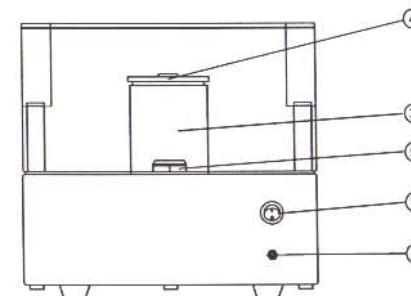
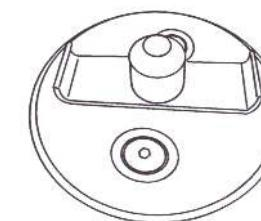

Рисунок 2. Вид ингалятора сзади
Рисунок 3. Нож
На задней панели расположен выключатель питания – 1, разъем для подключения сетевого адаптера – 2 (Рис.2).
Под крышкой, на основании корпуса расположен съемный стакан – 3, с крышкой – 4 (Рис.2), закрывающий нож (Рис.3) и насадка воздушного канала – 5.
- выключатель питания ингалятора 1 (Рис.2) установить в выключенное положение (положение «О»).
7.2. Снять крышку 5 съемного стакана 4 (Рис. 2).
7.4. Засыпать 8 мл препарата (мерная емкость) в съемный стакан 4 (Рис. 2).
7.5. Установить на место крышки - 5 съемного стакана - 4 (Рис. 2).
7.8. Подсоединить штекер сетевого адаптера к гнезду - 2 (Рис.2)
7.10. Установить выключатель питания ингалятора - 1 (Рис.2) во включенное положение (положение "I").
7.16. После окончания сеанса установить выключатель питания ингалятора - 1 (Рис. 2) в положение «О», при этом погаснут светодиоды на лицевой панели ингалятора.
8.2.3. Снять стакан - 3 (Рис. 2), крышку стакана - 4 (Рис.2).
8.2.4. С помощью сухой кисточки и салфетки тщательно очистить от налета препарата соли съемный стакан - 3, крышку стакана - 4 (Рис.2) и головку с ножами (Рис.3).